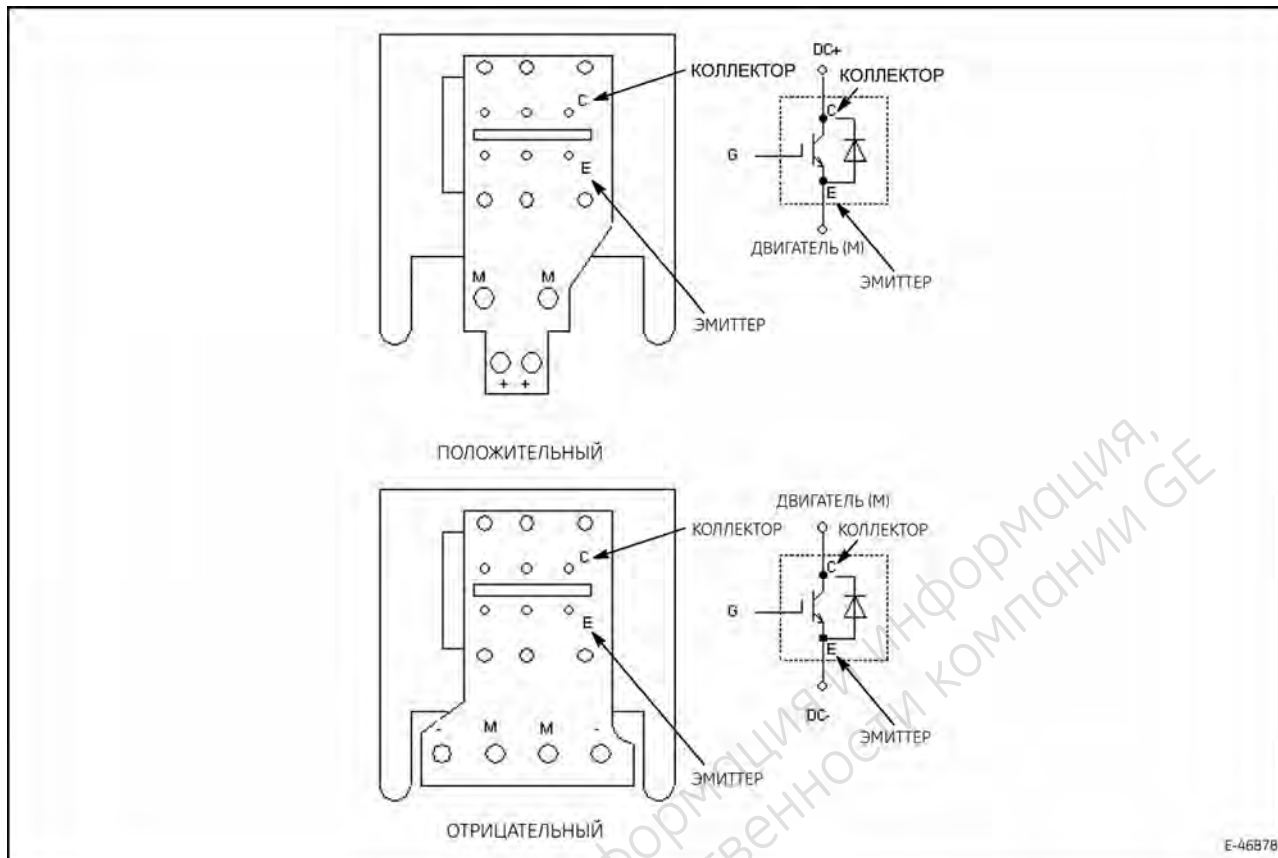

Рис. 13. Точки проверки коллектора и эмиттера IGBT-модуля.
- б. Сравните полученное значение с подобным измерением, выполненным на соседнем инверторе. Если сопротивления сильно отличаются, замените модуль ключа (рис. 13).